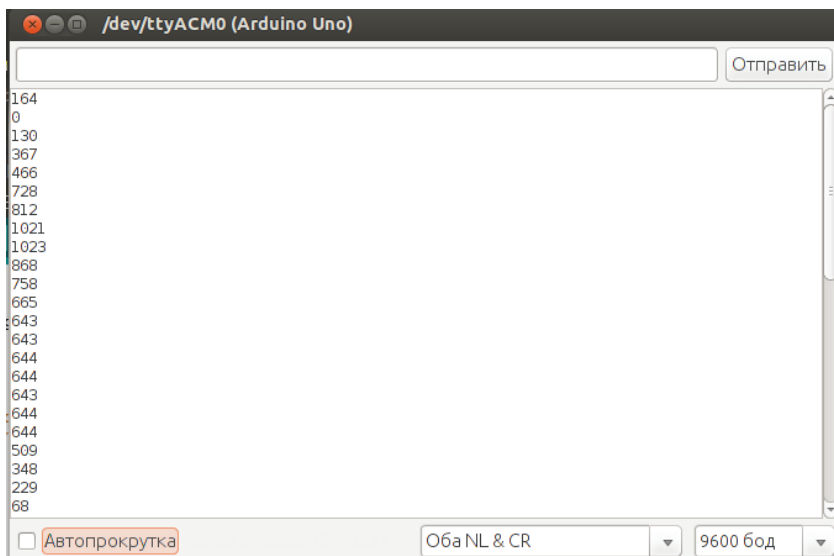

Рис. 4.2. Вывод аналоговых значений потенциометра в монитор последовательного порта
4. Поворачиваем ручку потенциометра и наблюдаем вывод аналоговых значений потенциометра в монитор последовательного порта (см. рис. 4.2).